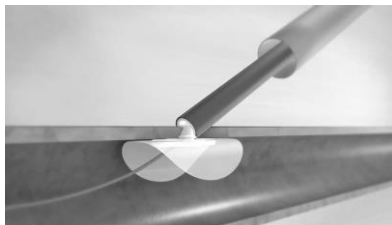

Figure 13. Position de la tamponnade, implant juxtaposé à l'artériotomie.
- Continuer à retirer le dispositif d'une graduation et demie (soient trois graduations et demie au total). À ce stade, une légère résistance tactile pourra être ressentie. Elle correspond à l'ancrage de l'implant contre la lumière interne de la paroi artérielle. Il s'agit là de la position de tamponnade. L'implant contrôle désormais les saignements provenant de l'artériotomie. Figure 13.